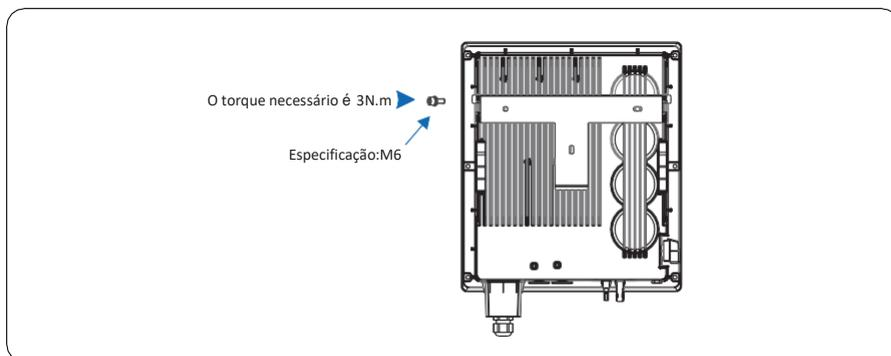

Figura 4.14 Segurança do inversor
Passo 2 Monte o inversor no painel traseiro e mantenha-os alinhados entre si, conforme Figura 4.14.
Passo 3 Aperte os dois parafusos sextavados em ambos os lados do inversor com um torque de 3N·m respectivamente. conforme mostrado na Figura 4.14.